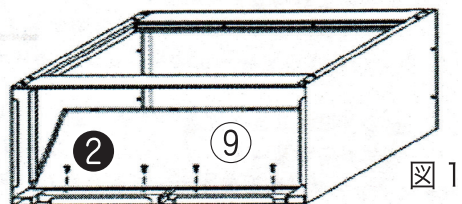

図 1
⑨底板は図 1 のように⑪下レールと後板の間にに入れて、
②M4*10 の組立ビスで固定してください。⑫床下補強は